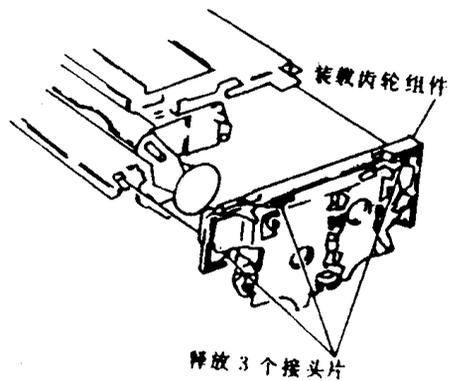

图 1-12
步骤:①释放 2 个固定底座座的接头片和 1 个固定前板座的接头片,如图 1-12 所示。
②取出装载齿轮组件。